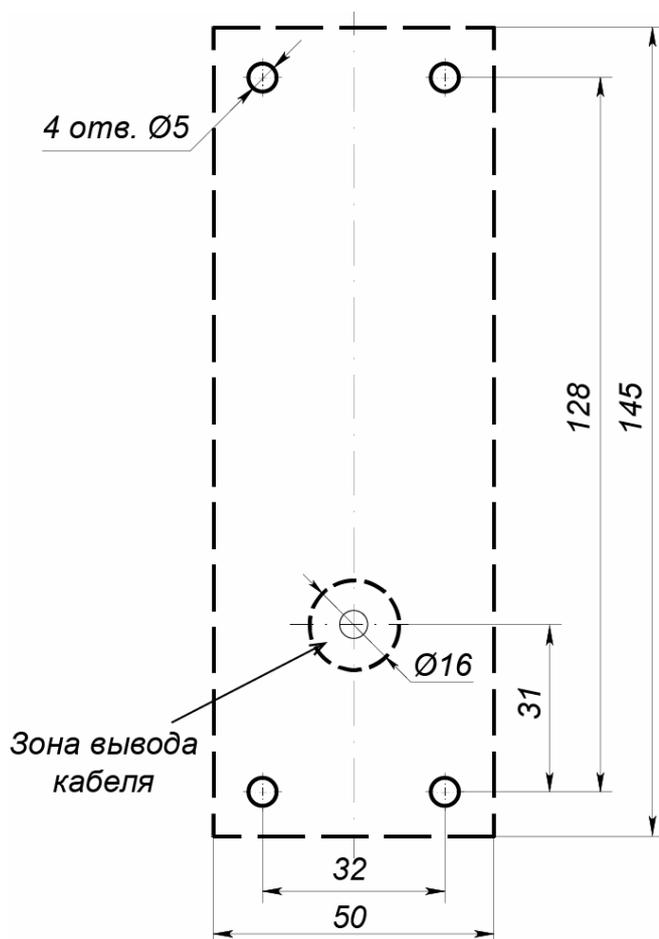

Рисунок 3. Разметка отверстий для установки считывателя (пунктиром показаны габариты корпуса считывателя)
2. Произведите разметку и разделку отверстий на установочной поверхности для крепления металлического основания и проводки кабеля от считывателя. Схема разметки указана на рис. 3.